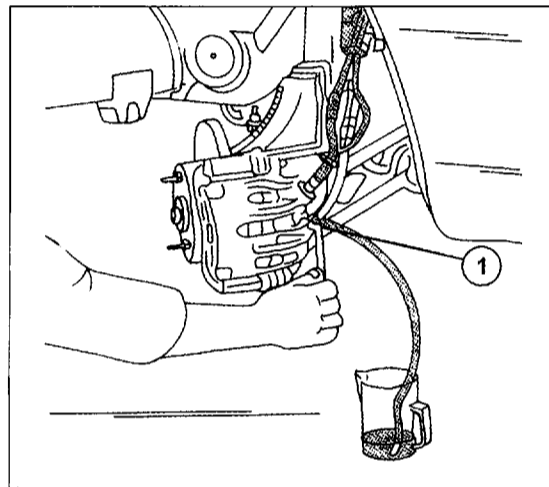

Bild 309
- Gleiche Arbeiten am zweiten Radbremszylinder und danach an den Vorderradbremmen durchführen. Bei diesen Bremsen an der oberen Entlüftungsschraube anfangen (vorn rechts) und danach die linke Seite entlüften. Bild 309 zeigt, wie ein vorderer Bremssattel entlüftet wird.